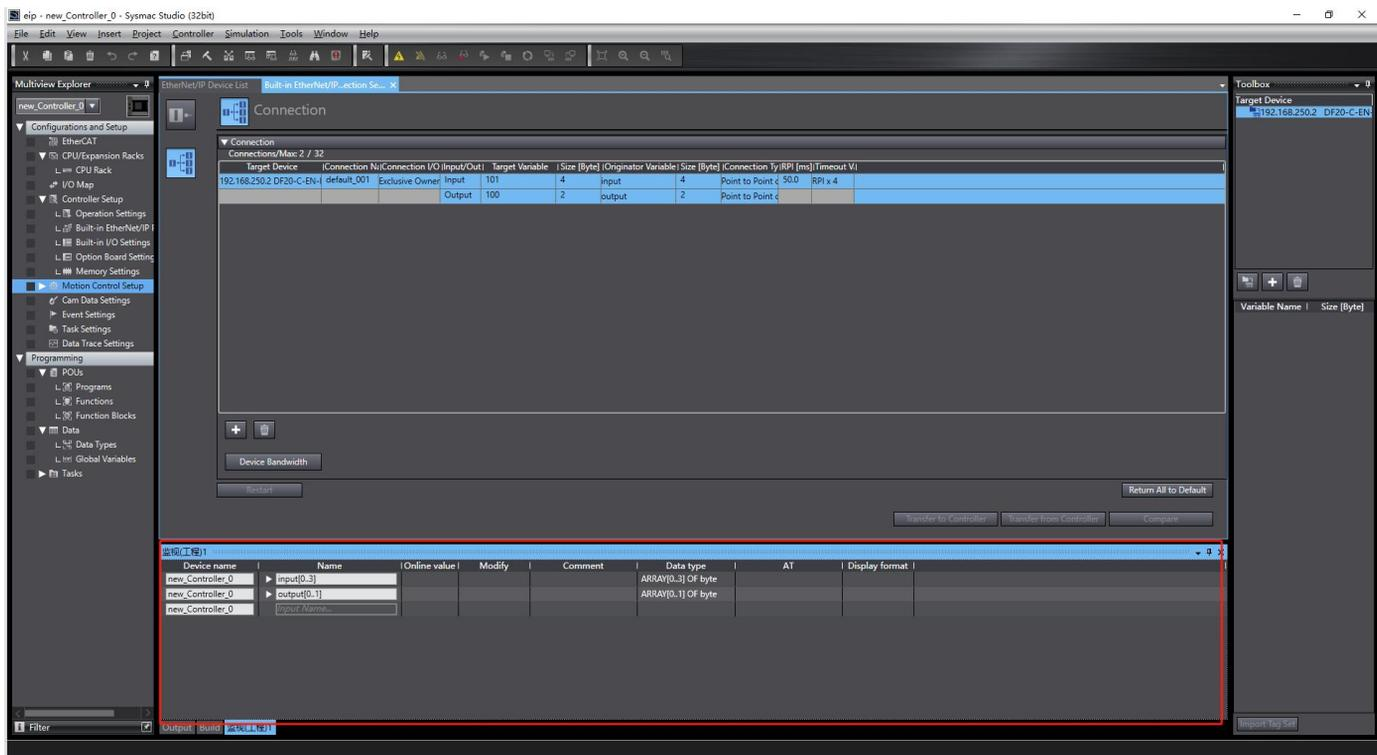

图 5-2-16
- 如图所示在监视窗口中添加全局变量中创建的名称，在括号中修改字节长度如图 5-2-16 和图 5-2-17。